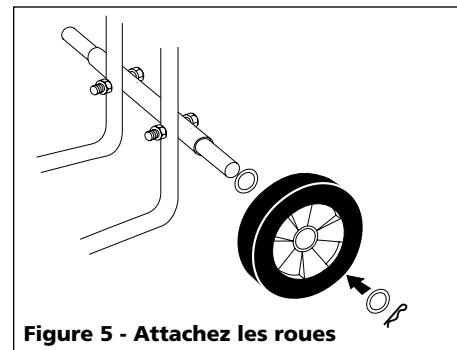

Figure 5 - Attachez les roues
5. Répétez pour l'autre côté (Voir la Figure 5).